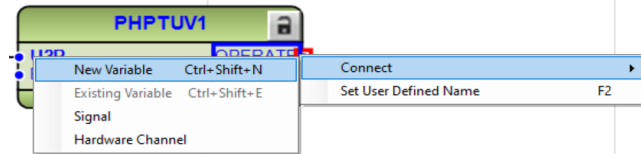

Imagen 264_ Conexión de una nueva para el puerto de salida OPERATE del bloque PHPTUV1.
4.1.35 Del lado de la salida seleccionamos con clic derecho en la salida “OPERATE”, seleccionando “Connect - New Variable” como se observa en la **Imagen 264**.